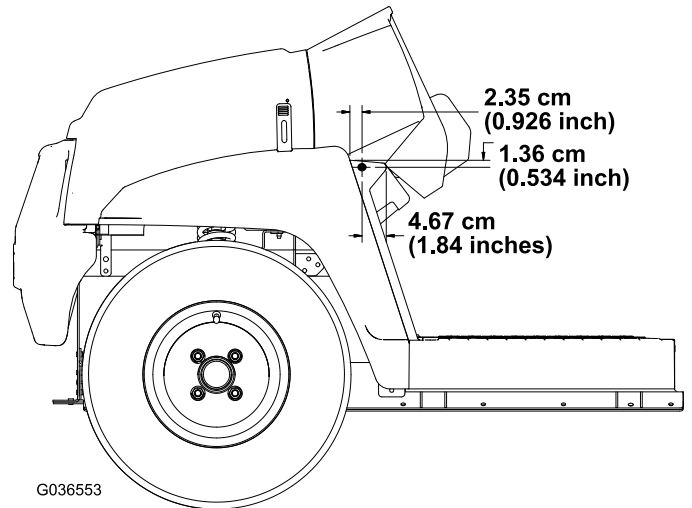

Bild 4
3. Verwenden Sie die in **Bild 4** abgebildeten Abmessungen und bohren Sie ein 5/16" großes Loch in die Außenseite der Fußplatte an der linken und rechten Seite der Maschine.